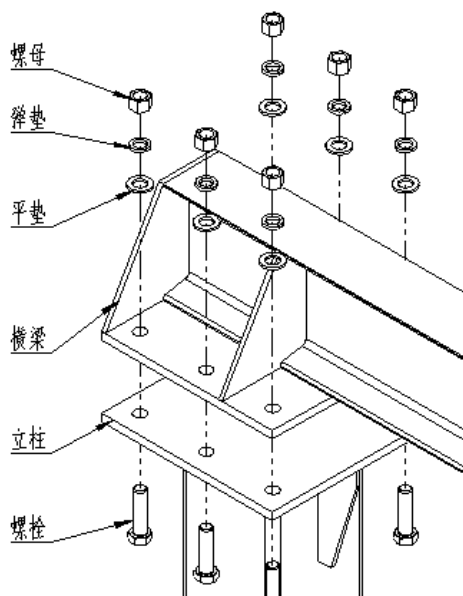

图 3A
3.1 将横梁提起并放置在两根已经安装好的立柱上。使用提供的螺栓将横梁同立柱连接（图 3A）。